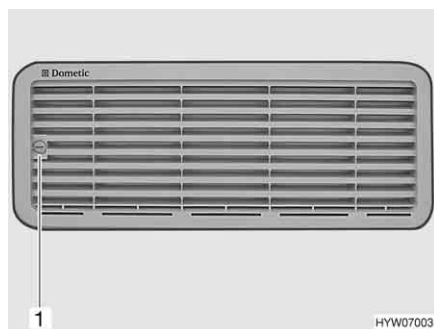

Fig. 113 Griglia di aerazione del frigorifero (Dometic piccolo)
- Con l'ausilio di una moneta ruotare la vite (Fig. 113,1) di un quarto di giro.